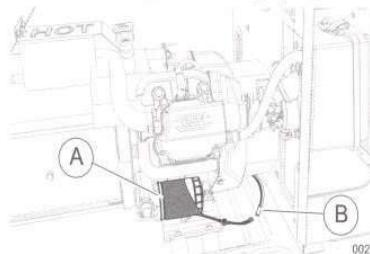

Рисунок 3. Установка обогревателя масляного фильтра (9 кВт)
- См. Рисунок 3. Разместите обогреватель масляного фильтра (A) на масляном фильтре, как показано на рисунке, чтобы вилка соединителя находилась внизу. Установите масляный фильтр и затяните его с помощью гаечного ключа для фильтров.